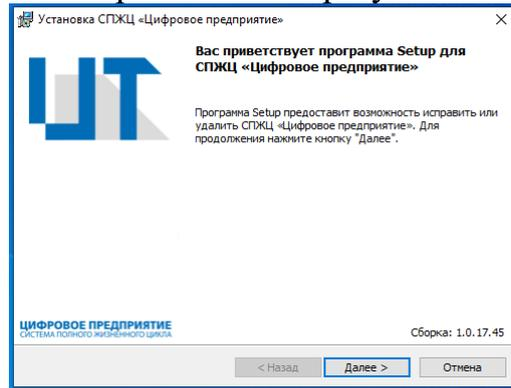

Рисунок 2
- 4) подтвердить начало установки в окне приветствия (рис. 2);